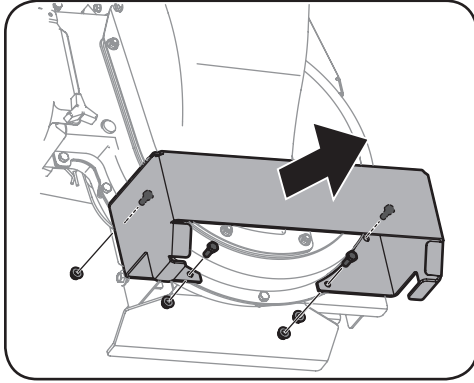

Figura 5-14
4. Retire el soporte de rueda delantera aflojando las cuatro tuercas bridadas (y los pernos hexagonales). Guarde los herrajes. Vea la Figura 5-14.